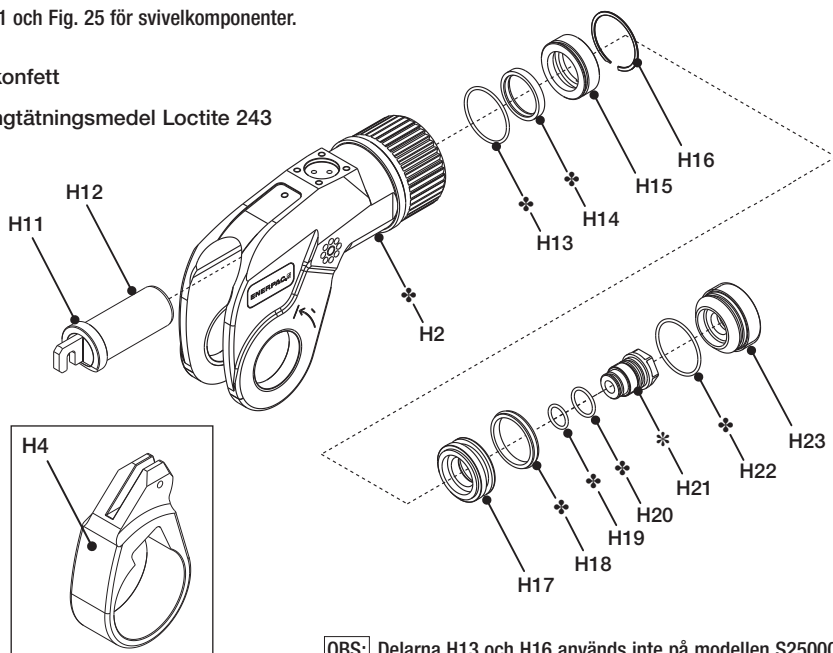

Fig. 22
### 5.3.2 Borttagning och demontering av kolv (Fig. 22)
### 5.3.3 Borttagning av cylinderbussning - Endast S1500X, S3000X, S6000X och S11000X (Fig. 22, 23 och 24)
- Kolvstång (Fig. 22, enhet H12)
### 5.3.5 Montering av cylinderbussning, endast modell S1500X, S3000X, S6000X och S11000X (Fig. 22, 23 och 24)